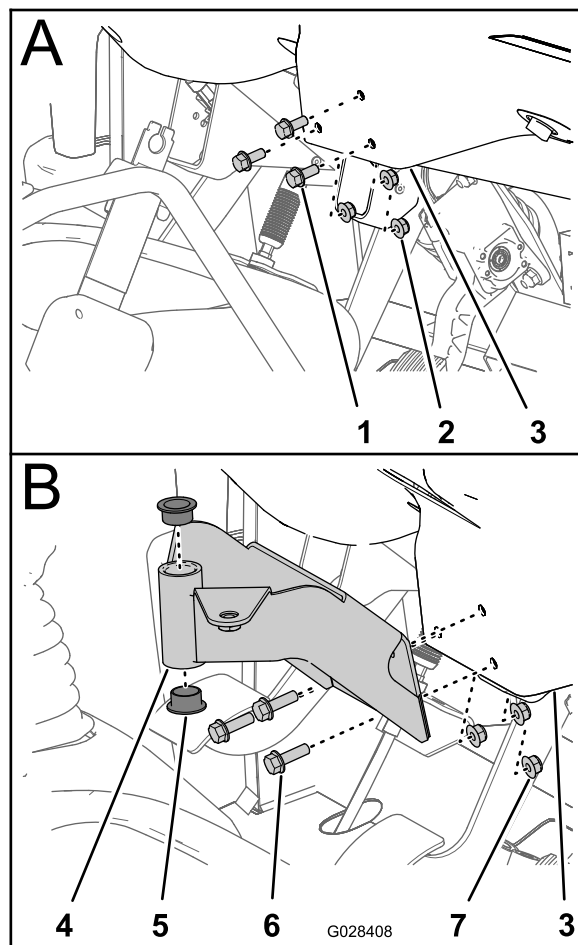

Figura 18
1. Retire los 3 pernos y 3 tuercas que sujetan la parte inferior central del salpicadero al soporte de sujeción del salpicadero (Figura 18).
2. Alinee los orificios del soporte de montaje de la consola de control con los orificios del salpicadero y del soporte de montaje (Figura 18).
4. Apriete las tuercas y pernos con un par de (Figura 18).
5. Inserte los 2 casquillos de plástico en el soporte de montaje (Figura 18).